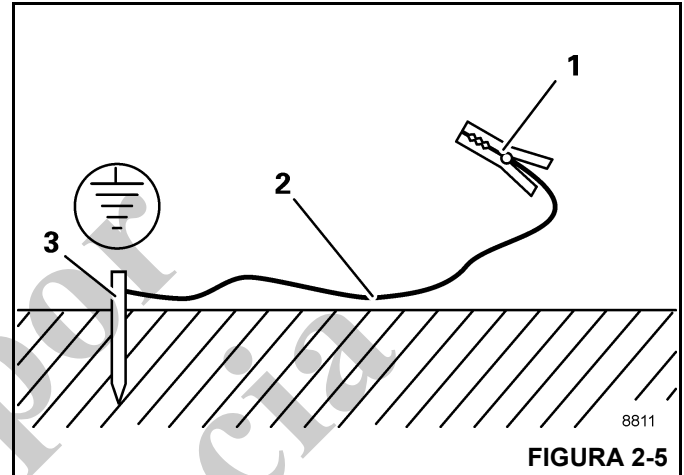

FIGURA 2-5
1. Entierre una varilla de metal (3, Figura 2-5) (de aproximadamente 2.0 m (6.6 pies) de largo) al menos 1.5 m (5 pies) en el suelo.
2. Humedezca la tierra alrededor de la varilla de metal (3) para obtener una mejor conductividad.
3. Sujete con abrazadera un cable aislado (2) a la varilla metálica (3), sección transversal de por lo menos 16 mm2 (0.025 pulg2) (AWG 5).
4. Conecte el extremo libre del cable con una abrazadera (1) a un lugar del marco que sea buen conductor eléctrico.